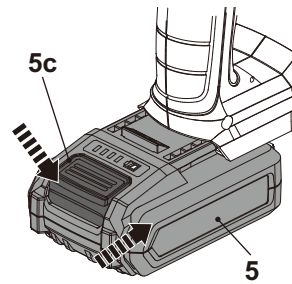

Fig. 6
- > Appuyez sur la touche de déverrouillage (5c) et faites glisser le bloc-batterie (5) pour le retirer du port de connexion de la batterie (5d) (Fig. 6).